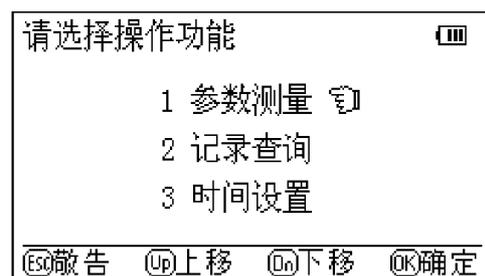

图 1
2、测试线连接无误后，打开面板上的电源开关，液晶屏出现如图 1 的开机欢迎界面，显示当前的温度、湿度、时间。
此时按 **OK** 键，出现如图 2 功能选择窗口。可根据屏幕下方的按键功能提示进行操作。在图 1 或图 2 的界面下按 **ESC** 键，会出现警告用户窗口，系统提示必须严格执行安全操作规程。如图 3 所示，持续约 4 秒后，回到图 2 功能选择窗口。
数据接收程序安装后，即可进行数据传输，首先用 9 针的串行通信线将仪表系统与计算机连接好，打开仪表电源开关，仪表出现开机欢迎界面，如图 1。然后点击计算机桌面的开始菜单，移动鼠标至程序选项，在程序子菜单下选择运行该数据接收程序，即弹出数据接收窗口。